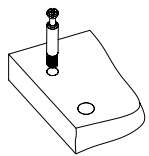

Рис.1
1. Вкрутить шпильки минификсов в соответствующие плоскостные отверстия деталей 1, 2, 4, 7, 8, 11 (Рис. 1).